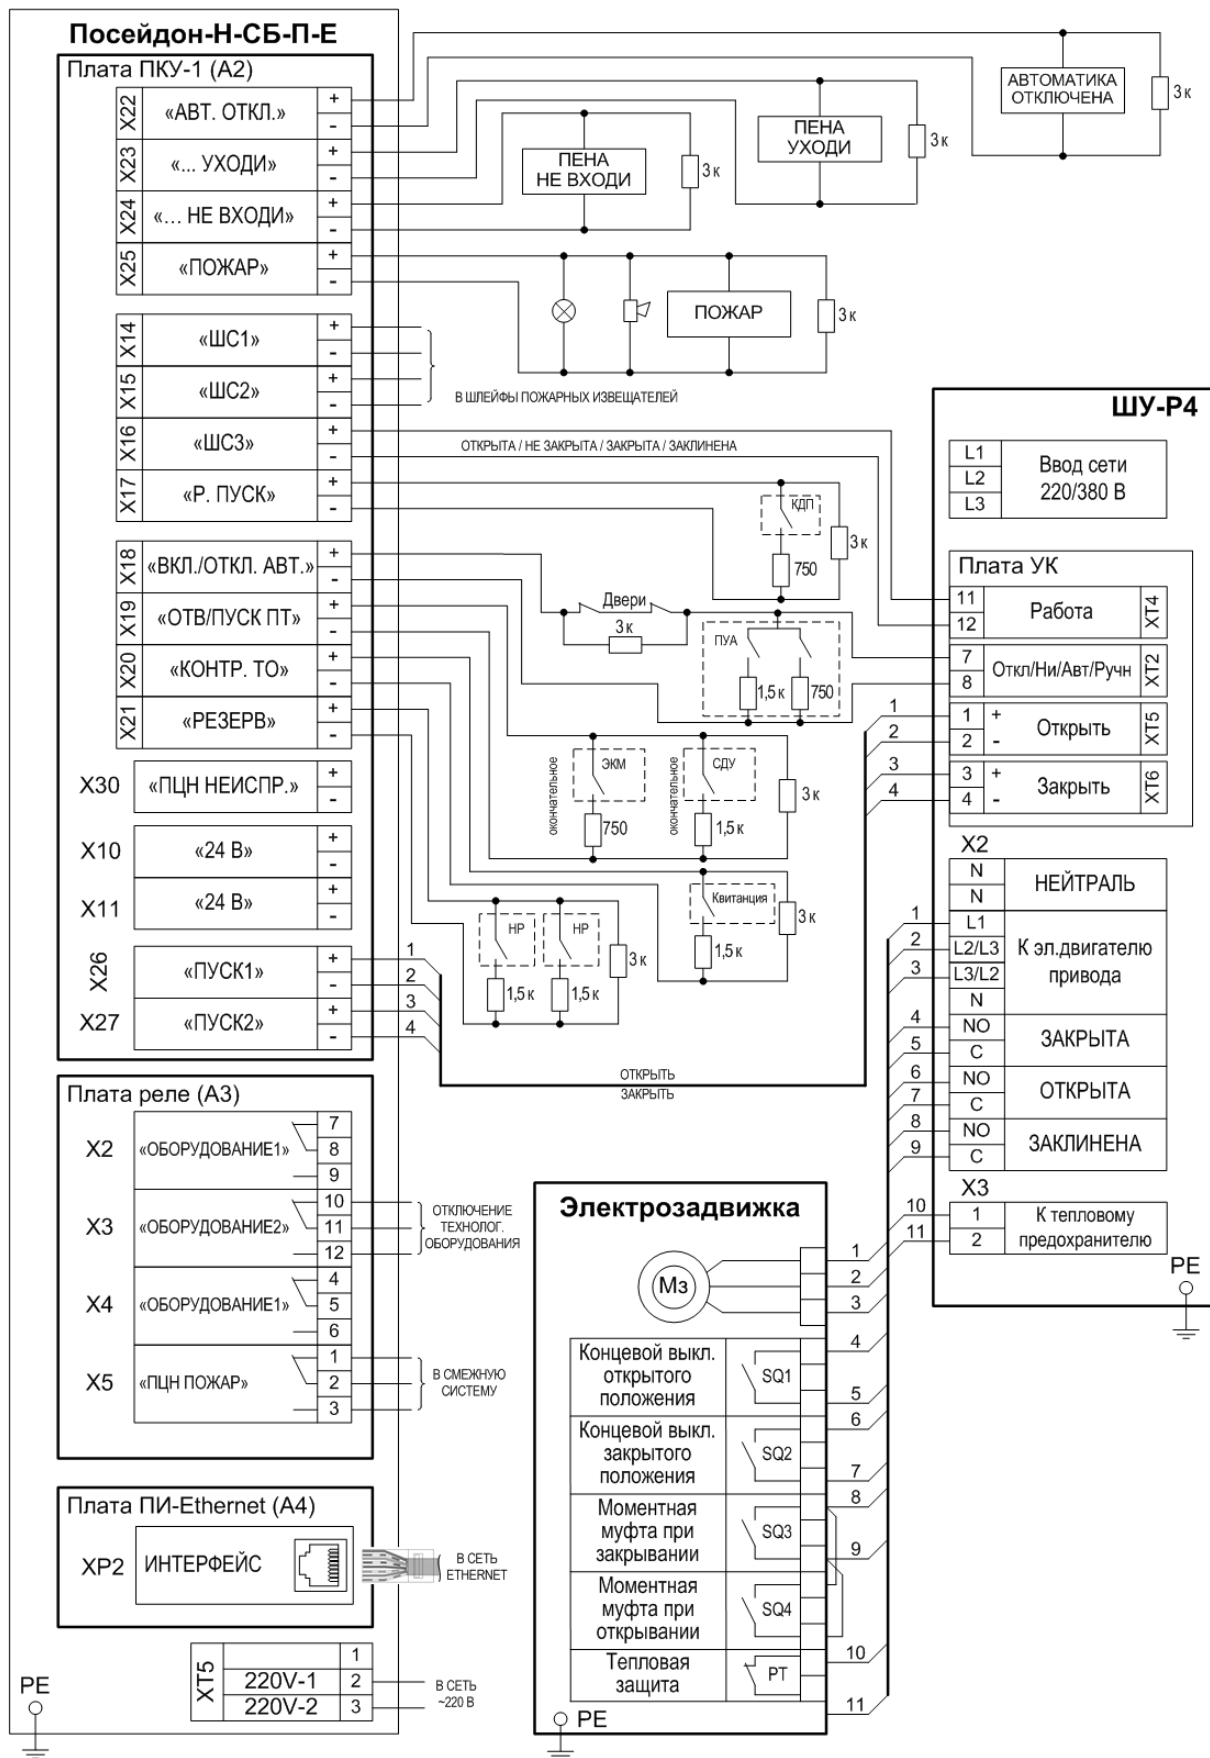

Рисунок 4.8
4.4.3.3.3 Подключить к пусковой цепи эквивалент по схеме (см. рисунок 4.8).